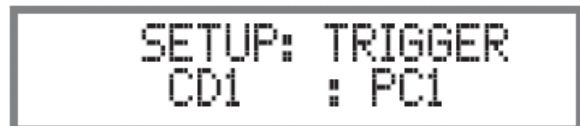

Рисунок 12
3. Поворачивайте регулятор TRIM ADJUST, пока на дисплее не появится надпись “CD1: PC1”. См. рис. 12